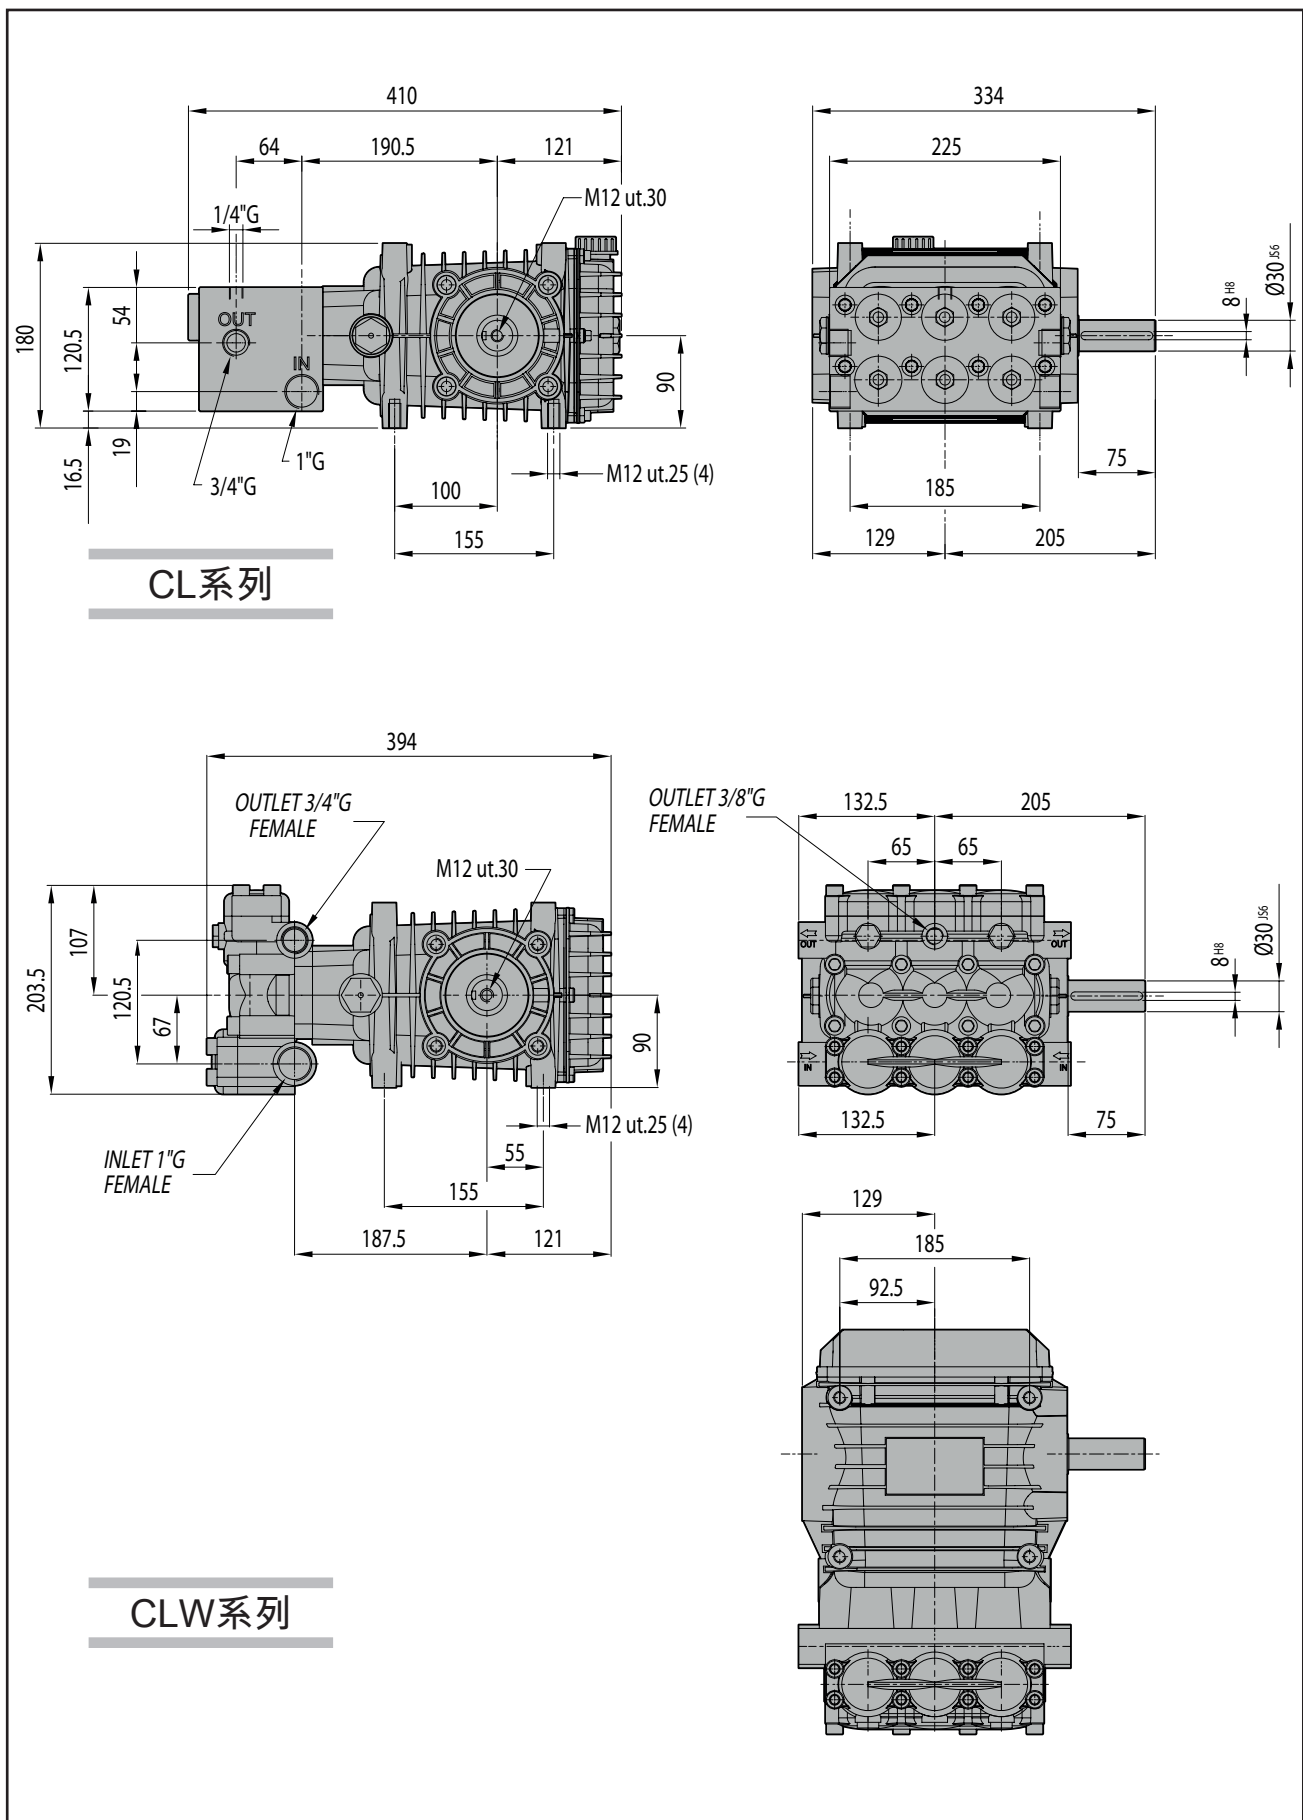

图 1
- 泵须稳定牢固。支撑面平坦坚固，以避免泵和发动机不处在一直线上，防止运行中产生振动。用泵曲轴箱内的4个固定螺栓固定泵。尺寸要求参见图1。
主要尺寸参见图1。